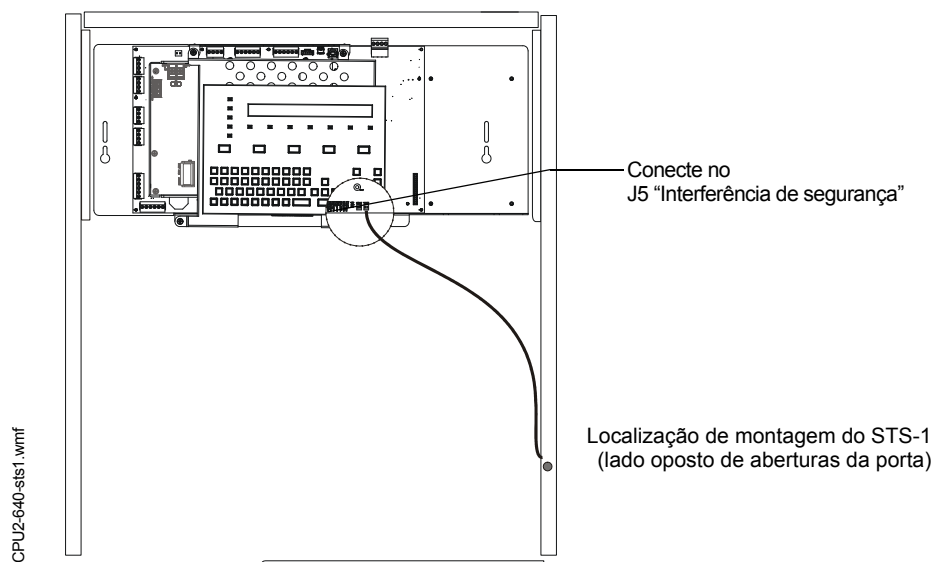

Figura 4.4 Instalação do interruptor de interferência de segurança STS-1
Para conectar o gabinete com um kit de interruptor de interferência de segurança modelo STS-1, veja a figura 4.4:
3. Conecte o conector STS-1 no J5 (Interferência de segurança) no painel de controle. (Como aparece na figura 4.4, o J5 está na placa de circuitos, debaixo da borda de KDM-R2).